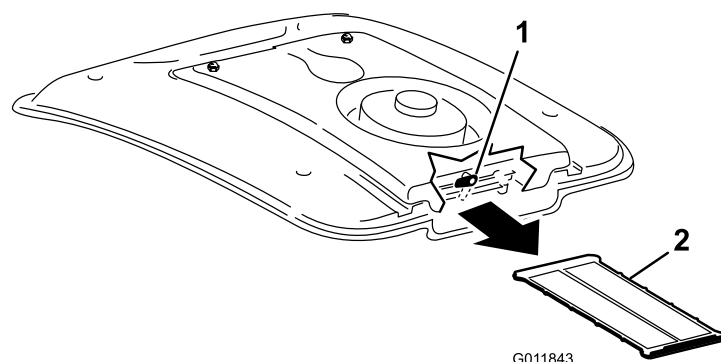

Figure 74
2. À l'arrière du support du ventilateur, tournez le verrou de côté (Figure 74).
3. Glissez le filtre de climatisation hors du serpentin (Figure 74).
4. Nettoyez soigneusement le filtre à l'air comprimé (Figure 74).